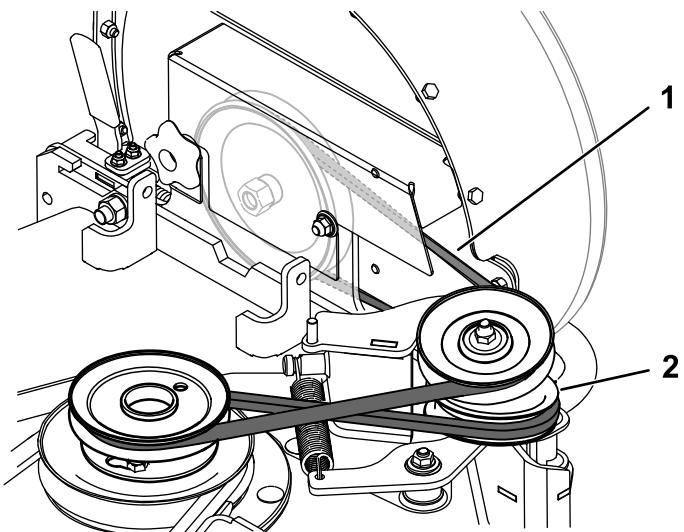

図 28
6. スプリング付きのアイドラブーリを引っ張ってベルトのテンションを弱める図 28。